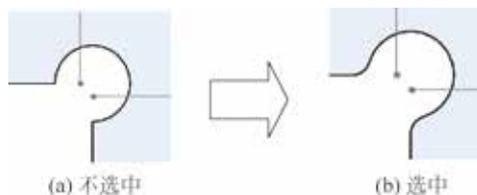

图 5.221 添加圆角边角
- **添加圆角** 复选框：选中后将在内部边角上生成指定半径的圆角，如图 5.221 所示。